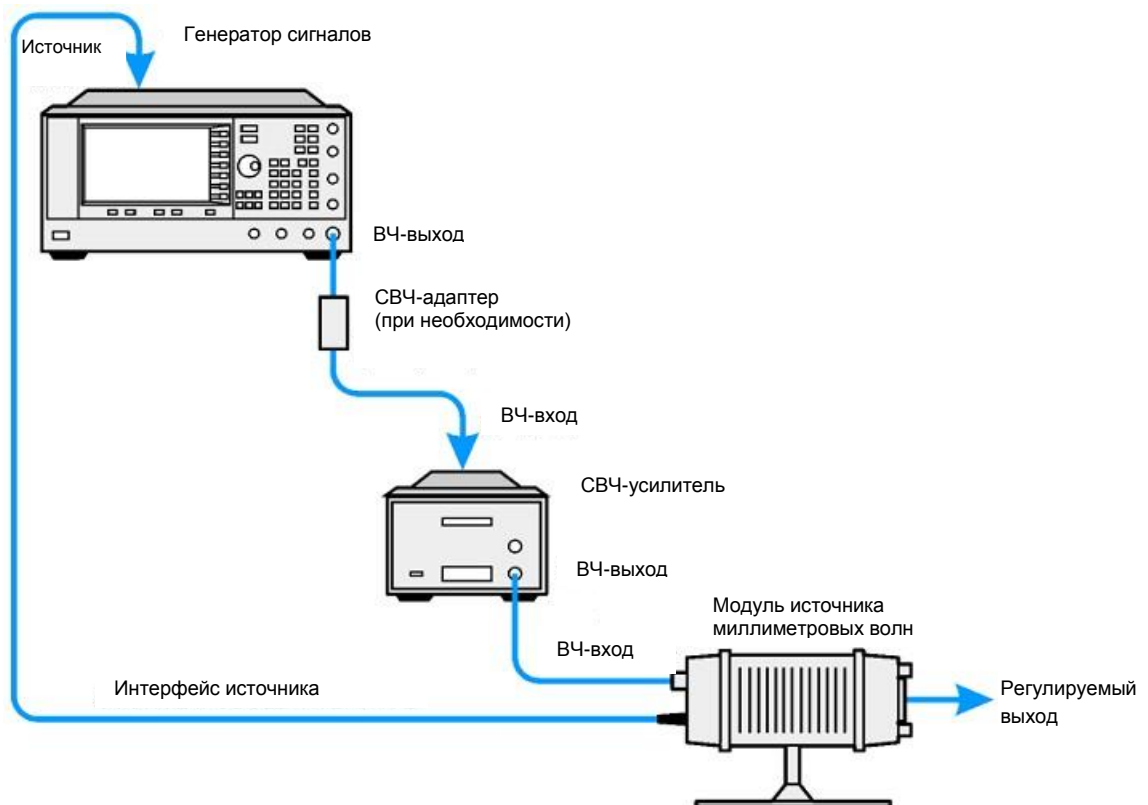

Рисунок 12-21. Установка с генераторами E8257D без опций 1EA, 1EU или 521
- Генератор E8257D без опций 1EA, 1EU или 521 – **Рисунок 12-21**